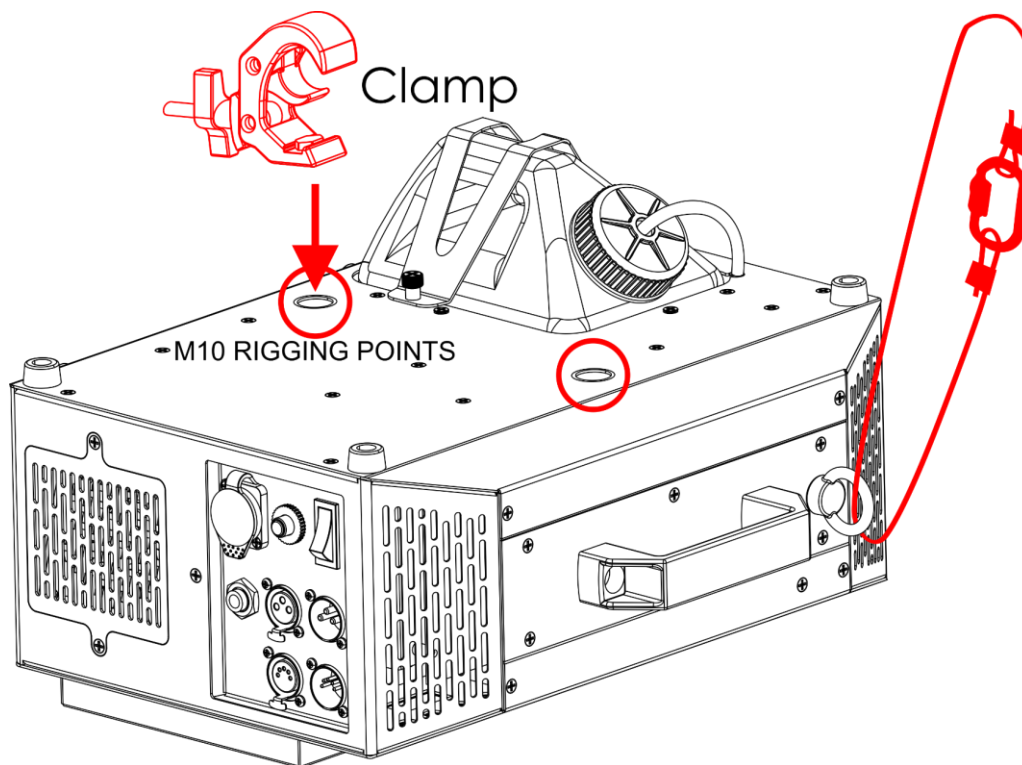

Fig. 05
- 01) Utilizzare un morsetto per fissare il dispositivo alla struttura di supporto, come mostrato nella Fig. 05. Assicurarsi che il dispositivo non possa muoversi liberamente.
- 02) Assicurare il dispositivo con una sospensione secondaria, ad esempio un cavo di sicurezza. Assicurarsi che la sospensione secondaria sia in grado di sostenere 10 volte il peso del dispositivo. Se possibile, la sospensione secondaria deve essere collegata a una struttura di supporto indipendente dalla sospensione primaria. Far passare il cavo di sicurezza attraverso l'**occhiello di sicurezza (05)**, come mostrato nella Fig. 05.